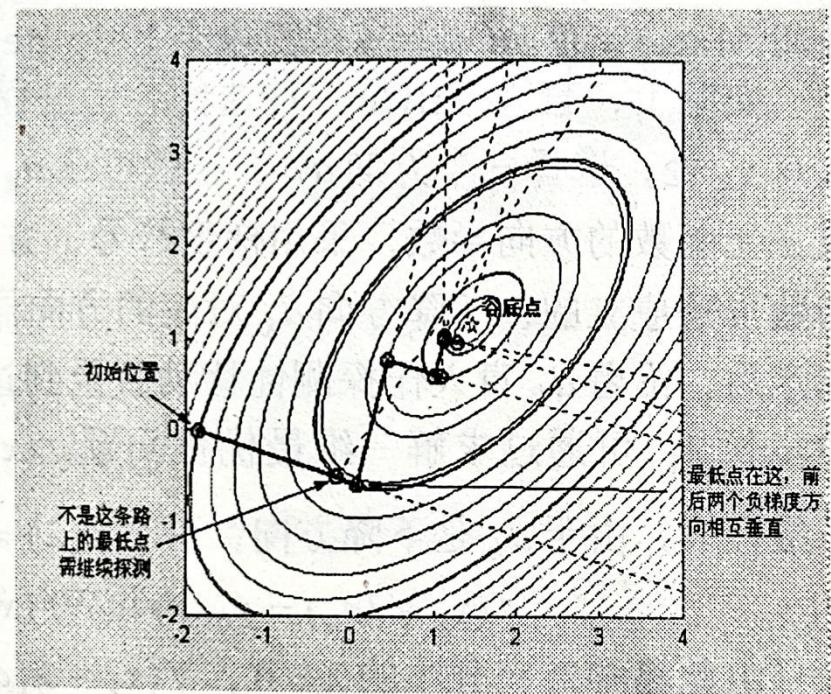

图7 盲人下山模拟(沿最速下降方向)
(1) 图7是按最速下降方向下山的过程. 我们看到, 盲人行走的路径基本上是正交的. 这是必然的吗? 即如果盲人试图走到最速下降方向的最低点,